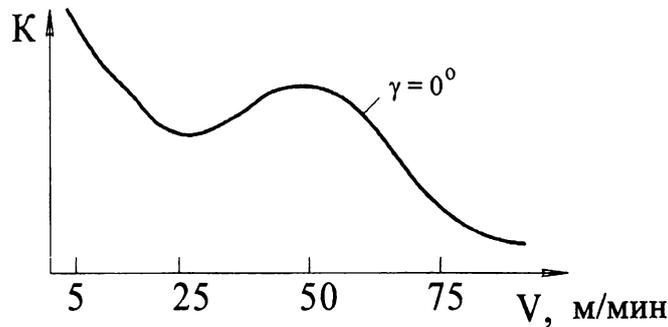

Рис. 3.1. График зависимости коэффициента усадки стружки от скорости резания
Задача 3. Объясните ход кривой, выражающей зависимость коэффициента усадки стружки (K) от скорости резания (V), в указанных на рис. 3.1 интервалах скоростей.